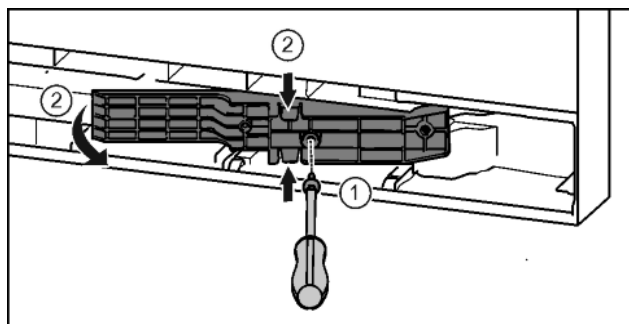

Fig. 21*
- ▶ Викрутіть гвинти за допомогою викрутки T15.* Fig. 21 (1)
- ▶ Витягнути деталь адаптера.* Fig. 21 (2)